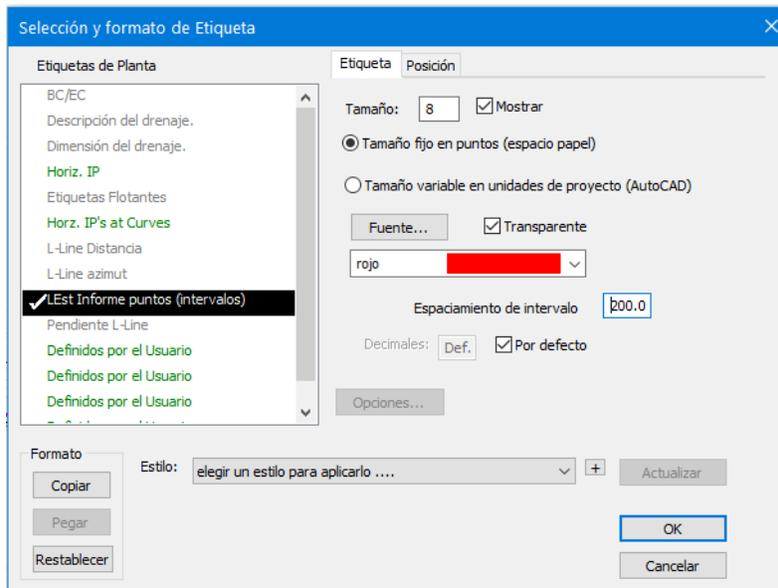

Figura 25-4: Etiqueta Selección y Formateo
- Configure el *Espaciamiento de intervalo* a **200** (Figura 25-4).